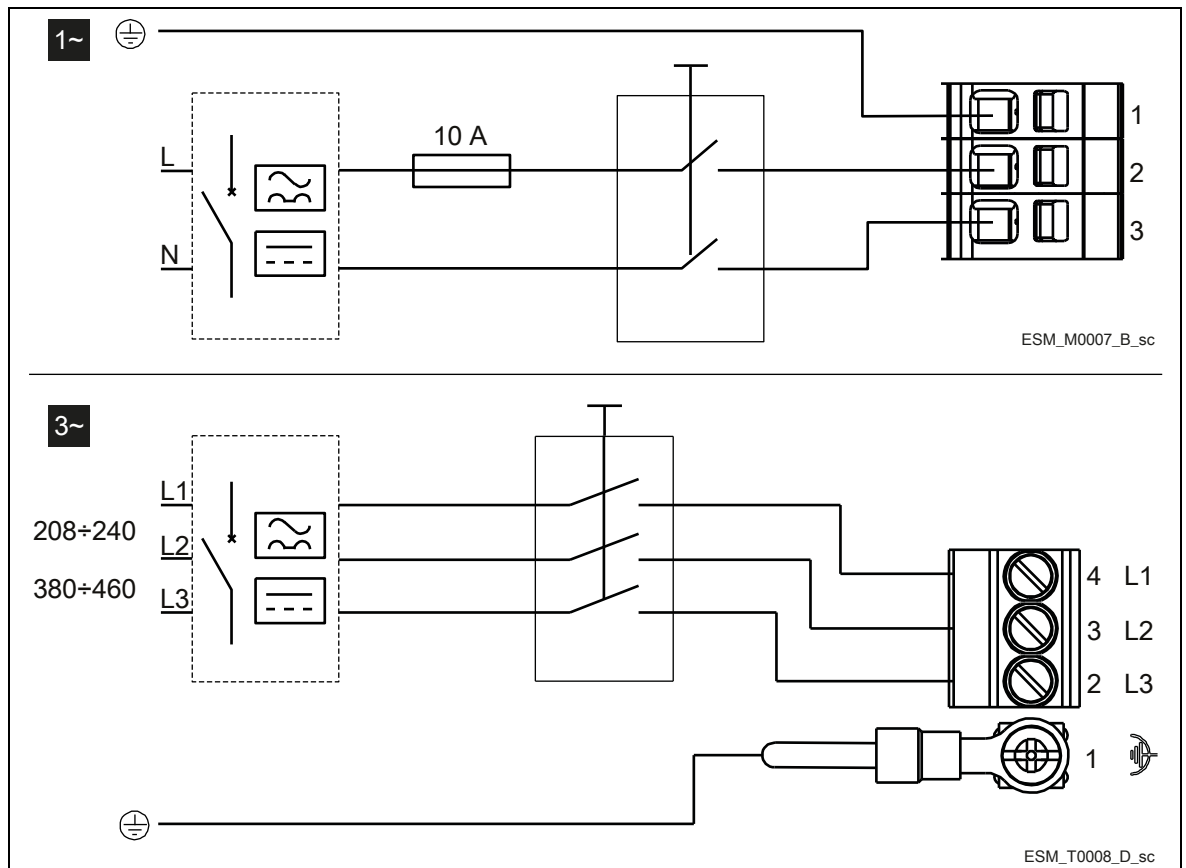

Рисунок 14: Монтажная схема
2. Введите кабель питания в кабельную втулку M20 (5).
4. Подключите заземляющий проводник (массу) и убедитесь, что он длиннее фазовых проводников.	Рис. 14